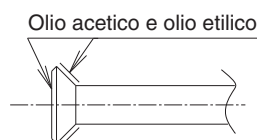

Fig. 7
- (Fare riferimento alla Fig. 7)**